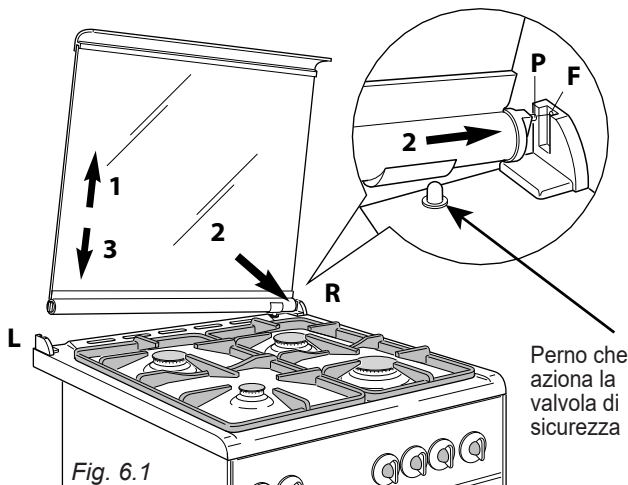

Fig. 6.1
- Se le cerniere si dovessero sfilare, rimetterle nella loro sede facendo attenzione che: nella sede destra deve essere montata la cerniera con la stampigliatura "R" mentre nella sede sinistra la cerniera con la stampigliatura "L" (fig. 6.1).